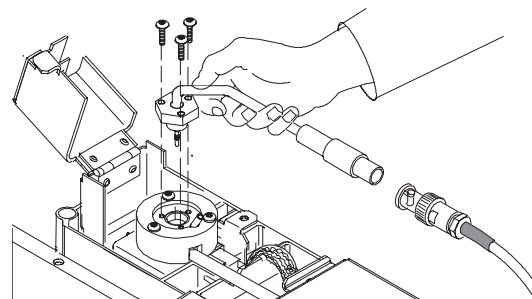

图 4 卸下铷珠组件
- 3 提起并取下旧的铷珠，如图 4 所示，避免铷珠与收集极的壁相碰。